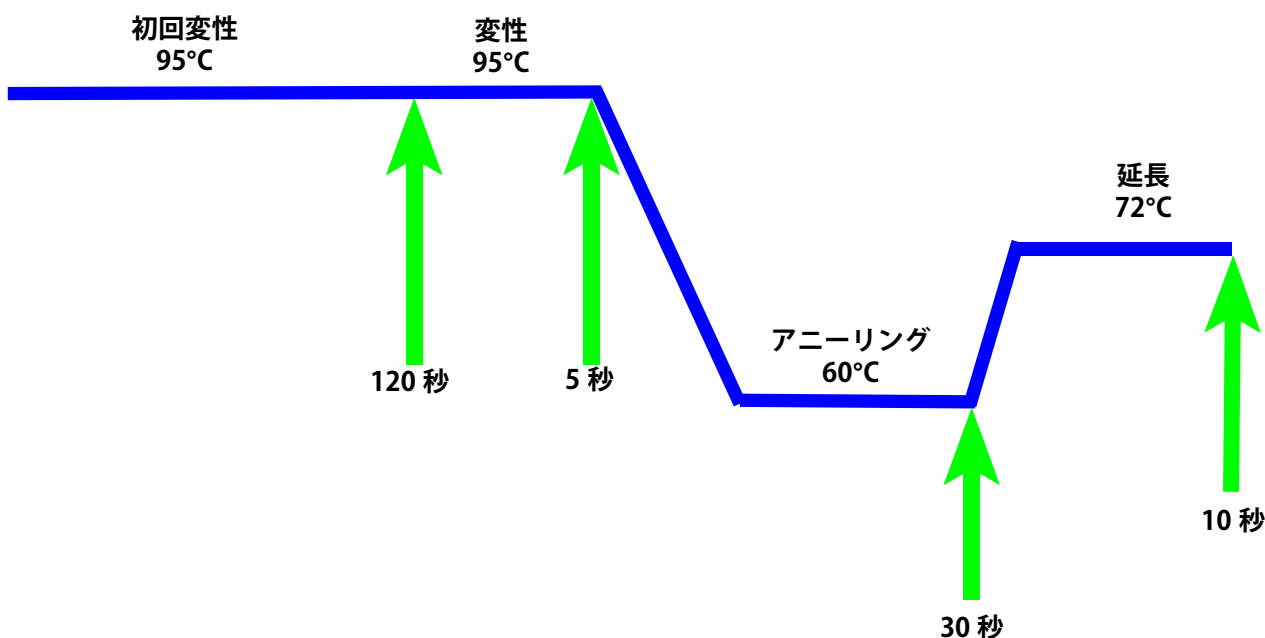

図 3-1. I-CORE モジュールの加熱とファンの冷却の PCR サイクル図の例
5. RT-PCR（該当する場合）および PCR サイクルとリアルタイム検出（図 3-1を参照）を開始します。
図 3-1 に示されている PCR サイクルは、I-CORE モジュールによって実行された 40 サイクルです。変性温度は 95 ° C、アニーリング温度は 60 ° C、伸長温度は 72 ° C です。図 3-1 に示すように、これらの各温度は、モジュールによって特定の時間保持される必要があります。初回変性は、120 秒間を 1 サイクルとして行われます。変性 (5 秒)、アニーリング (30 秒)、伸長 (10 秒) の各ステップは、ポリメラーゼ連鎖反応が最終的に完了する前に、40 回連続して繰り返されます。